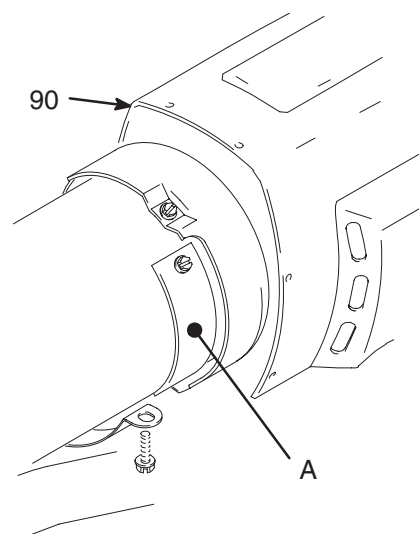

Fig. 4
4. Fig. 4. Retire el blindaje del motor (90) y las tapas de inspección (A).
3. Fig. 4. Retire el blindaje del motor (90) y las tapas de inspección (A).
3. Fig. 4. Retire el blindaje del motor (90). Retire las cubiertas de inspección (B) y las juntas de ambos lados del motor.
- Fig. 4. Instale las juntas y las tapas de inspección (B) en cada lado del motor. Instale el blindaje del motor (90).